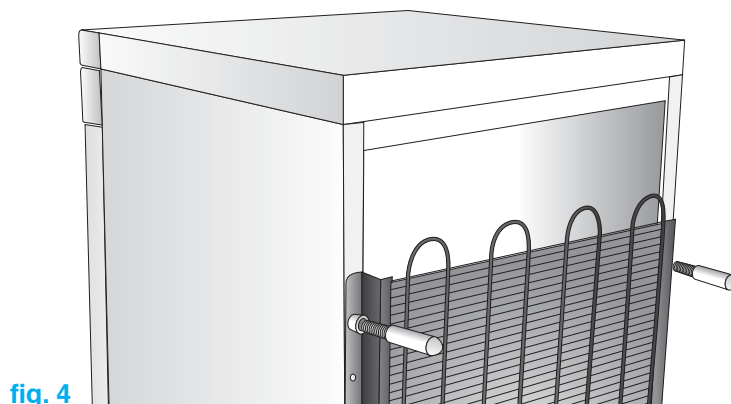

fig. 4
- E) Se l'apparecchio è dotato di distanziali (Fig. 4) applicateli sulla parte superiore del
- E) Se l'apparecchio è dotato di distanziali (Fig. 4) applicateli sulla parte superiore
- E) Если оборудование оснащено распорками (Рис. 4) установите их на верхнюю часть
- E) Jeżeli urządzenie posiada przekładki (Rys. 4), to należy je założyć na górą część kondensatora, znajdującego się na tylnej ścianie.
- E) Якщо обладнання має прокладки (рис. 4), встановіть їх на верхній частині